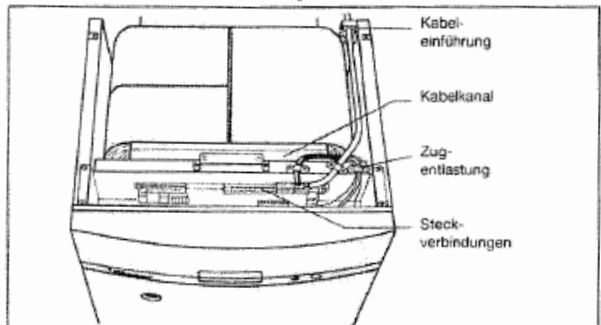

Abb. 4 Steckverbindungen
- Externe Anschlüsse an den Anschlußsteckern anschließen und aufstecken (Abb. 4)
- Alle bauseits zu verlegenden Kabel sind nach Schaltplan anzuschließen. Diese Kabel werden von hinten in das Schaltfeld eingeführt (Abb. 4)